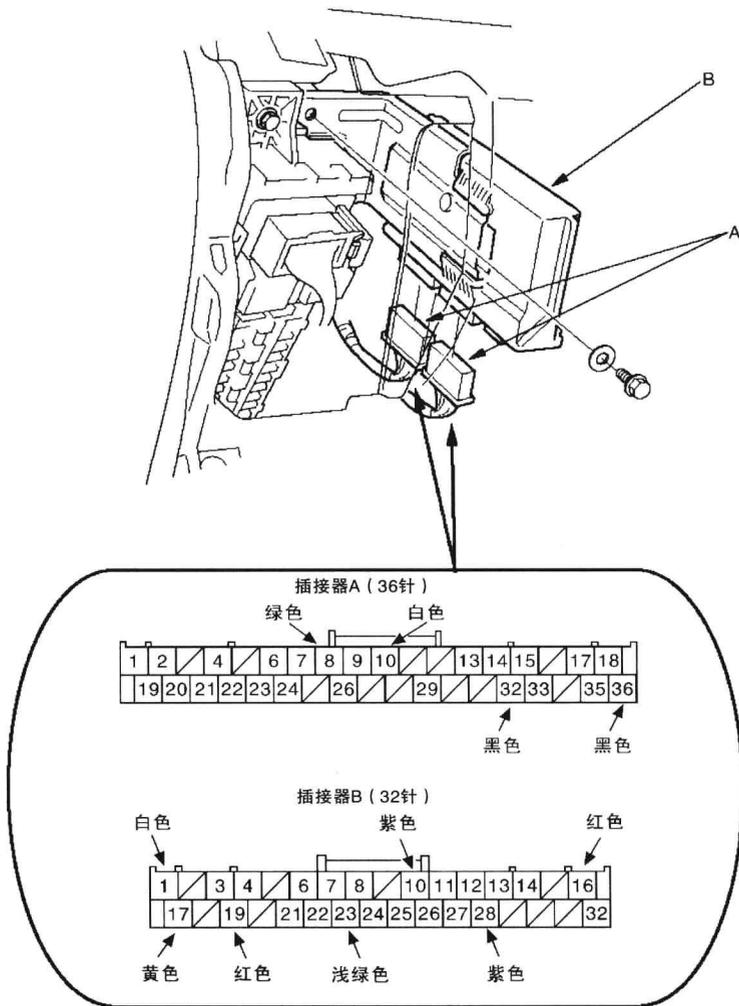

图1-1-6 插接器（A）从智能ECU（B）上断开
- 3) 将插接器（A）从智能ECU（B）上断开，如图1-1-6所示。